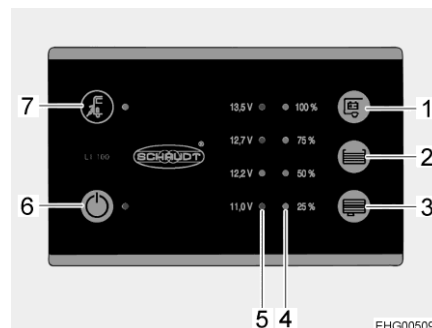

Bild 67 Panel (LT 100)
Den gula lysdioden lyser vid symbolen nätanslutning "⚡" (Bild 67,7) när fordonet är anslutet till en extern nätanslutning. Lysdioden lyser då också med avstängd panel.
Med huvudbrytaren 12 V (Bild 67,6) kopplas panelen och bodelens 12 V-försörjning till eller från.
Slå på: ■ Tryck på knappen "⏻" (Bild 67,6): 12 V-försörjningen för bodelen är påslagen. Lysdioden lyser grönt.
Slå från: ■ Tryck på knappen "⏻" (Bild 67,6) på nytt: 12 V-försörjningen för bodelen är avstängd. Lampan släcks.
Lysdiodskalan (Bild 67,5) visar batterispänningen för bodelsbatteriet enligt följande:
■ Tryck ner knapp "⏻" (Bild 67,1): Bodelsbatteriets spänning visas.
Lysdiodskalan (Bild 67,4) visar fyllnivån i färskvattentanken eller avloppstanken.
Visa nivå: Tryck ner knapp "☰" (Bild 67,2): Färskvattentankens fyllnadsnivå visas med hjälp av lysdiod.
Tryck ner knapp "☷" (Bild 67,3): Avloppstankens fyllnadsnivå visas med hjälp av lysdiod.